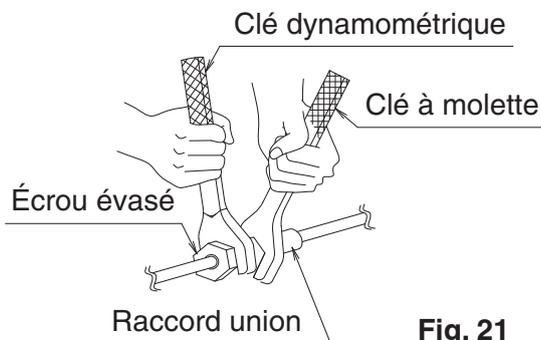

Fig. 21
- Lors de la connexion de la tuyauterie au climatiseur, veillez à utiliser une clé plate et une clé dynamométrique, comme indiqué dans la Fig. 21. Pour les dimensions de la partie évasée ainsi que le couple de serrage, voir le Tableau 1.
Une fois tous les travaux de brasage terminés, effectuez la connexion évasée par l'unité intérieure. **(Reportez-vous à la Fig. 21)**